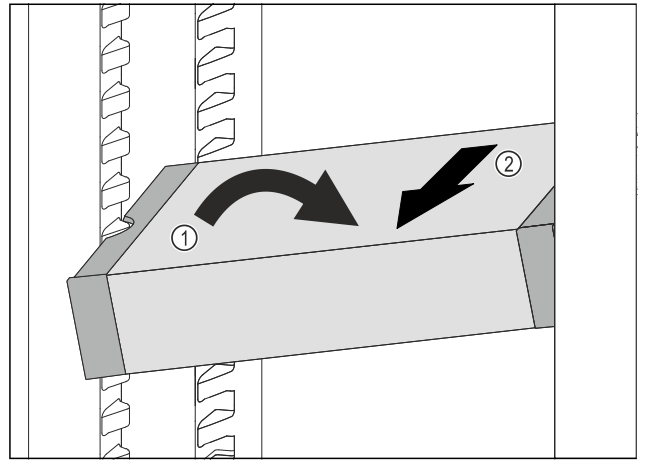

Fig. 97
- ▶ VarioSafe postavte v chladničke šikmo. Fig. 97 (1)
- ▶ VarioSafe vyberte dopredu. Fig. 97 (2)